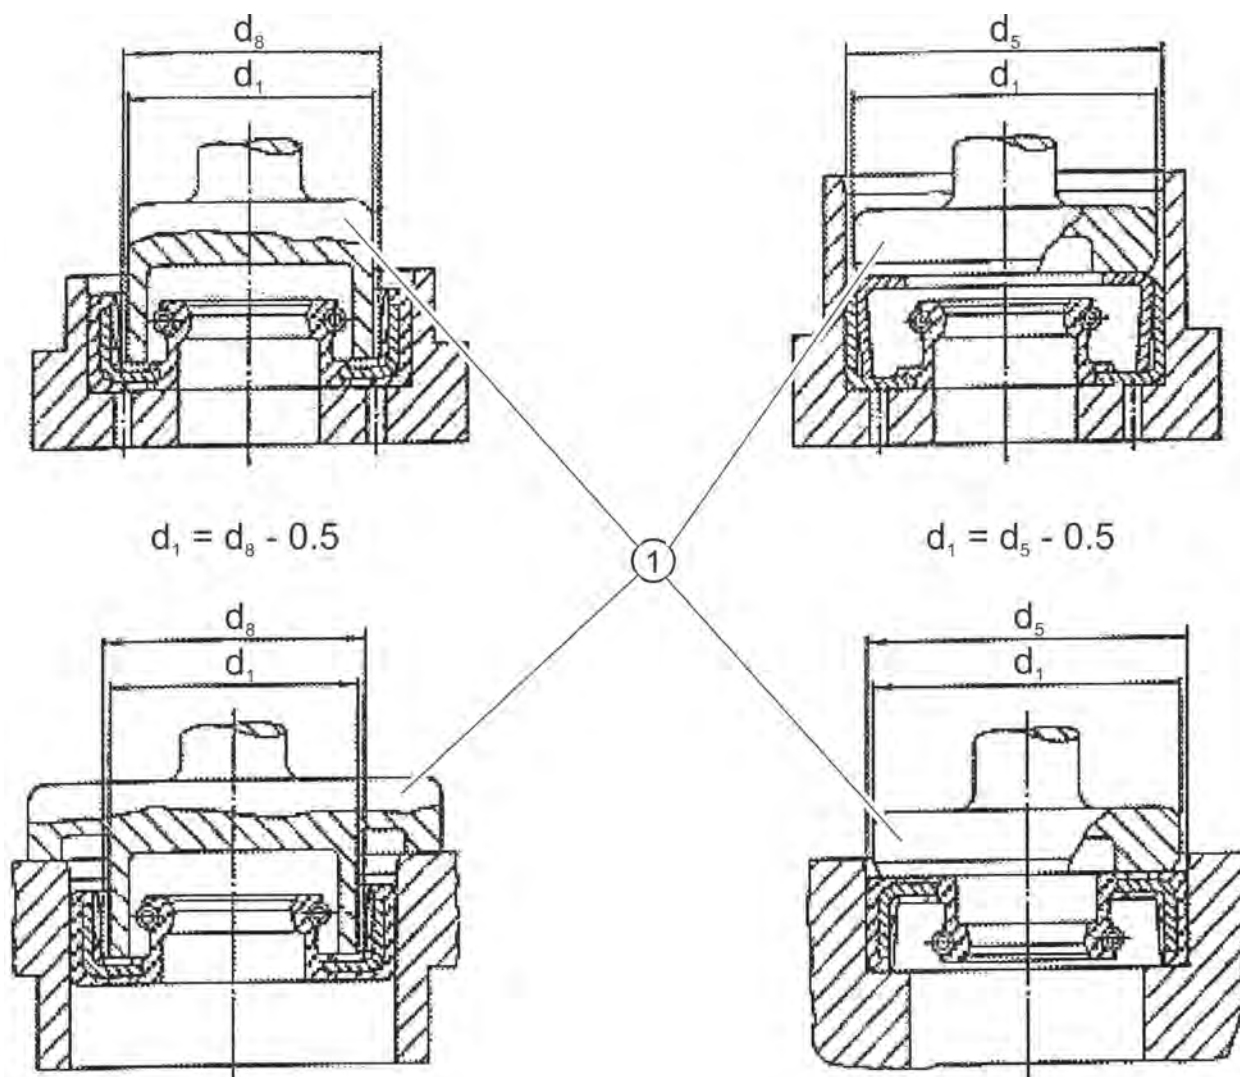

Рисунок 2: Инструмент для врезки
5. Для установки радиальных уплотнений используют устройство с прессом и подходящим штампом (см. рис. 2). Чтобы радиальные уплотнения при установке не выпрыгнули, инструмент следует держать достаточно долго в самой глубокой позиции. При этом необходимо следить за тем, чтобы давление действовало как можно ближе к наружному диаметру уплотнения.